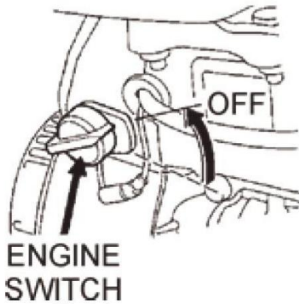

ABB.12
10.2 Nachdem der Motor abgekühlt ist, drehen Sie den Start-/Stoppschalter des Motors in die Position „OFF“ (ABB. 12).